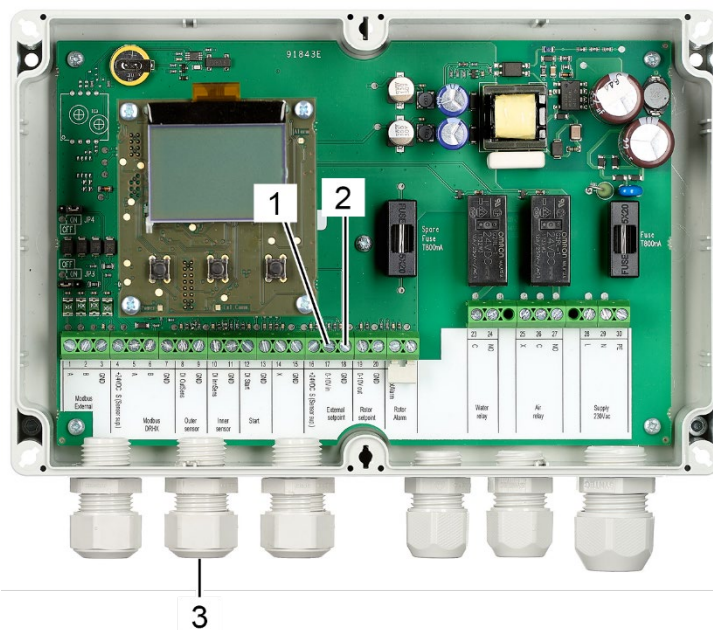

Abbildung 87: Anschlüsse externes Rotordrehzahl Steuerungssignal der übergeordneten Steuerung
14. Führen Sie das externe 0 - 10 V Signalkabel durch die Kabelbuchse (Abbildung 87/3).
15. Externe 0 - 10 V Eingangssignalleitung an Terminal 17 (Abbildung 87/1, 0-10V in) anschließen.
16. Schließen Sie das Erdungskabel des externen 0-10 V Eingangssignals an Terminal 18 (Abbildung 87/2, GND) an.